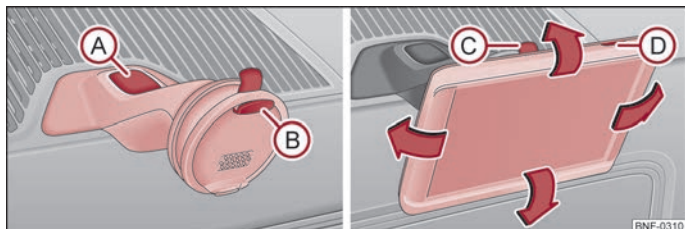

Fig. 70 Holder til navigationssystem / Navigationssystem
- Sæt først navigationssystemet ind i den øverste del af holderen  ⇒ Fig. 70, og tryk det ind i den nederste del af holderen, indtil det går i hak ⇒ .
- Du kan indstille hældningen til den ønskede position ved at bevæge navigationssystemet i pilenes retning ⇒ Fig. 70 ⇒ .
- Tryk på udløserknappen  ⇒ Fig. 70 med den anden hånd, og tag systemet ud.
- Tryk på udløserknappen  ⇒ Fig. 70 med den anden hånd.
- Tilslut navigationssystemet ved at trykke på knappen  ⇒ Fig. 70.